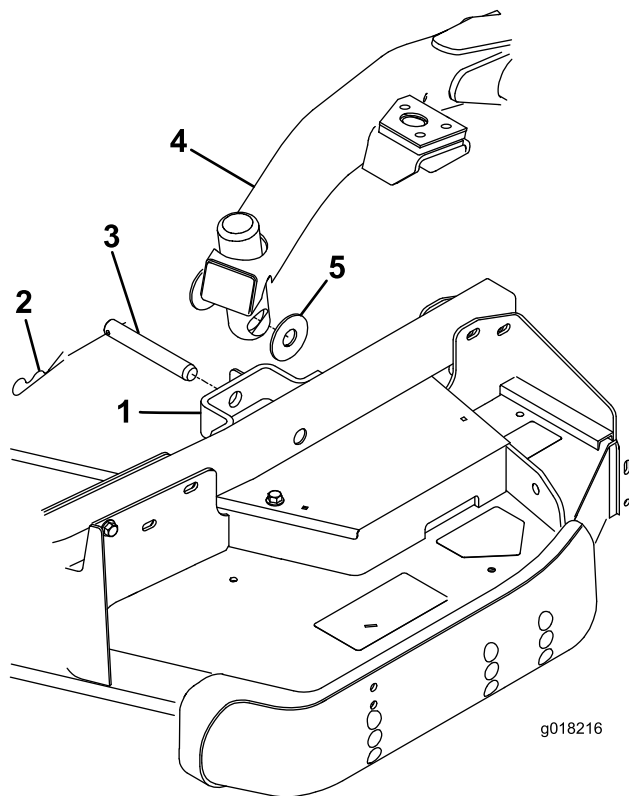

Figura 26
- Desloque o interruptor de elevação para a frente para a posição Float (Flutuação). Empurre um braço de elevação para baixo até que os furos no braço fiquem alinhados com os furos do suporte do braço da roda giratória e a haste de altura de corte possa ser inserida nas pastilhas do braço de elevação (Figura 26).
- Prenda o braço de elevação ao braço da roda giratória com (2) anilhas de encosto, um passador de forquilha e um pino de gancho. Posicione as anilhas de encosto entre o braço de elevação e o suporte do braço da roda giratória (Figura 26). Insira a extremidade do gancho na ranhura da patilha do braço da roda giratória para fixar o contrapino.